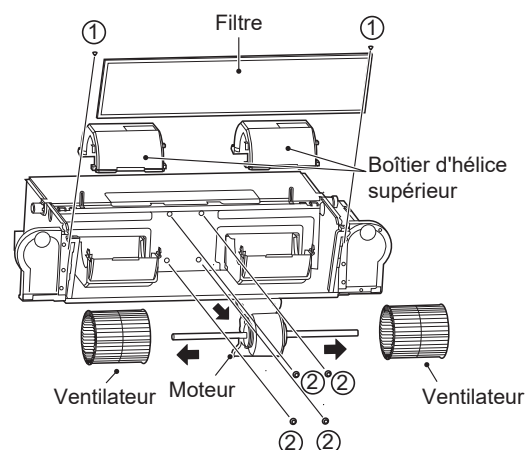

Figure 4-5 Retrait du filtre, de la volute supérieure et des vis du moteur
- Comme illustré à la Figure 4-5, retirez les vis ① *2 pour retirer le filtre.